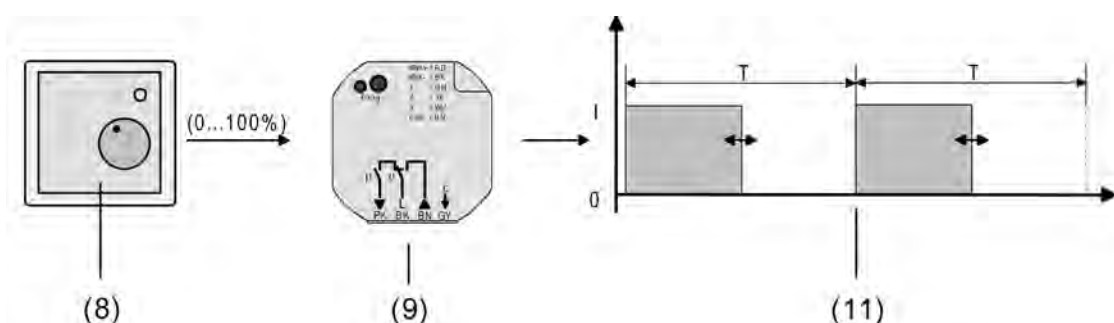

Bild 41: Stellgrößenprinzip bei stetiger Stellgröße
(8) Raumtemperaturregler (RTR) (Stellgröße "1 Bit")
(9) Fensterschnittstelle
(10) Schaltendes Ausgangssignal für Ventilantriebe
Das über das 1 Byte Objekt "Stellgröße" empfangene Werttelegramm wird im Normalbetrieb durch das Gerät in ein äquivalentes pulswidenmoduliertes Schaltsignal an den Ventilausgängen umgesetzt (Bild 41). Der aus dieser Modulation resultierende Mittelwert des Ausgangssignals ist unter Berücksichtigung der im Gerät einstellbaren Zykluszeit (T) ein Maß für die gemittelte Ventilstellung des Stellventils und somit eine Referenz für die eingestellte Raumtemperatur (siehe "Pulsweitenmodulation bei stetigen Stellgrößen und stetigen Soll-Ventilpositionen").